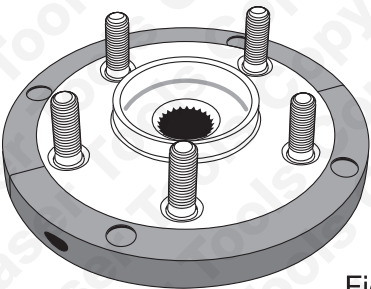

Fig 2
- Fare riferimento alla Fig 2: assemblare le valve di inserimento (A) sul nuovo cuscinetto/flangia e fissare con le viti di fermo (D) fornite.
- Assemblare i quattro perni di forzatura (E) alla piastra di forzatura (B). L'O-ring di gomma sul perno di forzatura lo fisserà nella bussola della piastra di forzatura.